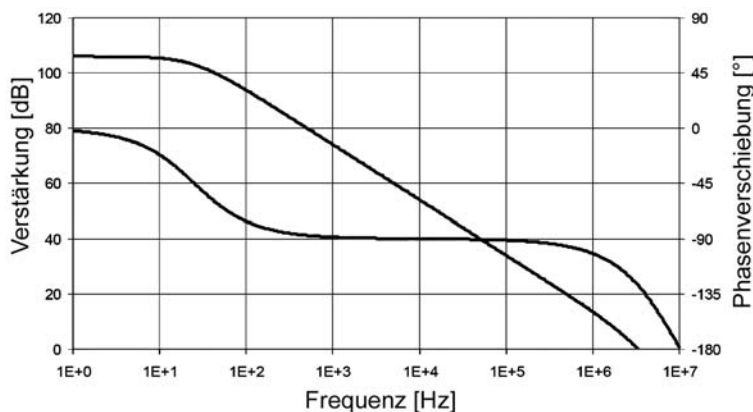

Abb. 5
10. Abb.5 zeigt das Bode-Diagramm eines Operationsverstärkers. Kann dieser Verstärker als 1:1-Puffer (Impedanzwandler) betrieben werden? Erläutern Sie kurz (anhand des Diagramms), wie Sie zu Ihrer Aussage gekommen sind.